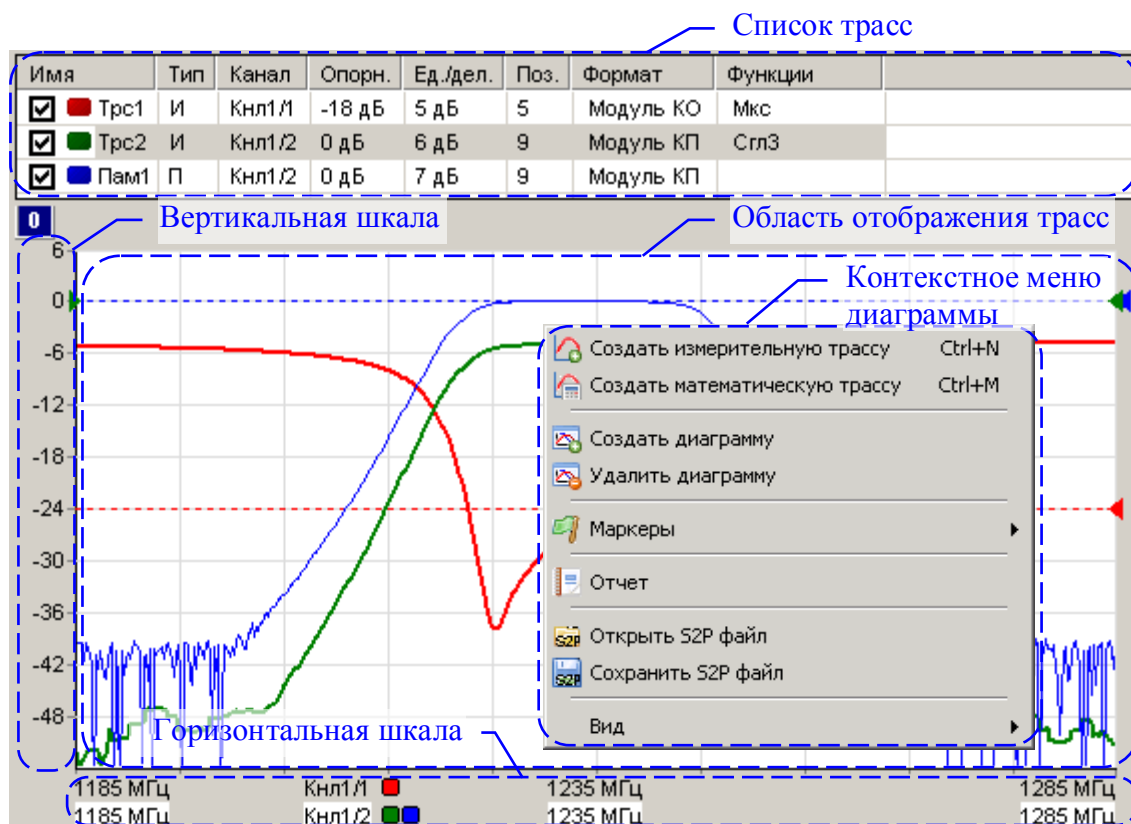
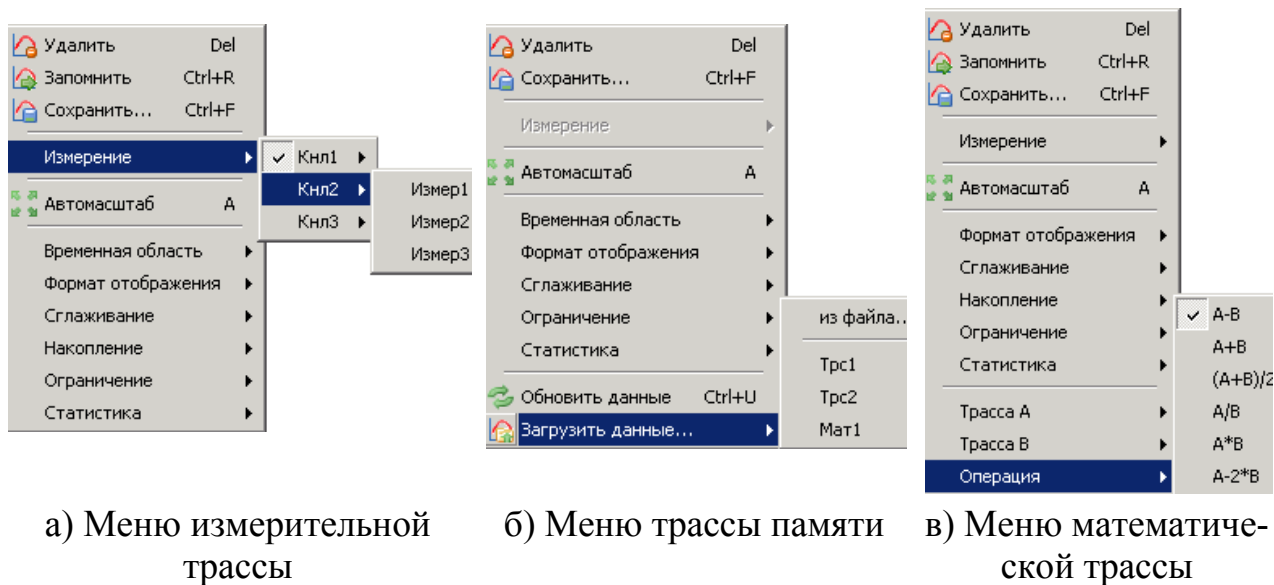

Рисунок 3.6 – Диаграмма
Рисунок 3.7 – Контекстные меню трасс
**Чтобы создать измерительную трассу**, следует в контекстном меню области отображения трасс (рисунок 3.6) выбрать соответствующий пункт или нажать комбинацию клавиш "**Ctrl+N**". Затем в контекстном меню созданной трассы (рисунок 3.7-а) или в панелях управления и инструментов (рисунки 3.9 и 3.12) задать необходимые параметры.
**Чтобы создать математическую трассу**, следует в контекстном меню области отображения трасс (рисунок 3.6) выбрать соответствующий пункт или нажать комбинацию клавиш "**Ctrl+M**". Затем в контекстном меню созданной трассы (рисунок 3.7-в) задать операнды и операцию над ними.
Список трасс автоматически расширяется при добавлении новой трассы. Можно немного сократить занимаемую списком площадь экрана, скрыв заголовки столбцов, очистив флажок "Вид \ Заголовки столбцов" в контекстном меню области отображения трасс (рисунок 3.6), или нажав клавишу "F12".
Математическая трасса и её операнды должны иметь одинаковое количество точек и принадлежать к одному и тому же "Измерению". По крайней мере, один из операндов должен быть трассой памяти. Операнды задаются в пунктах "Трасса А" и "Трасса В" контекстного меню (рисунок 3.7-в). В пункте "Операция" того же контекстного меню выбирается арифметическая операция, поточечно выполняемая над трассами. Под поточечной операцией, например разностью, понимается следующее: из  $Y$ -значения (откладываемого по оси ординат) первой точки трассы А вычитается  $Y$ -значение первой точки трассы В. Полученная разность записывается в первую точку математической трассы. В качестве  $X$ -значения (откладываемого по оси абсцисс) в первую точку математической трассы записывается  $X$ -значение первой точки трассы А. И так далее для всех остальных точек.
**Масштаб отображения трасс.** На область отображения трасс нанесена координатная сетка  $10 \times 10$  делений. Шаг сетки по вертикали задается в списке трасс в столбце "Ед./дел." (рисунок 3.6). В столбце "Опорн." задается значение опорного уровня, которое должно приходиться на линию сетки с номером заданным в столбце "Поз.". Линии сетки нумеруются снизу вверх, начиная с 0. Например, если задана позиция 10, то опорный уровень будет соответствовать верхнему краю области построения трасс. Следует заметить, что значения на вертикальной шкале соответствуют только выделенной трассе. Если никакая из трасс не выделена или отображение выделенной трассы отключено, то вертикальная шкала не отображается.
**Совет.** Пункт контекстного меню трассы "Автомасштаб" (рисунок 3.7) или на-
Способ отображения горизонтальной шкалы зависит от состояния флажка "Вид \ Список измерений" контекстного меню диаграммы (рисунок 3.6). При установленном флажке отображаются все используемые в диаграмме "Измерения" с цветовыми метками соответствующих трасс, указываются начало, середина и конец диапазона изменения величины, откладываемой по оси абсцисс, и другие атрибуты "Измерения". При сброшенном флажке шкала приобретает обычный вид – с численными значениями под линиями координатной сетки. При этом значения соответствуют только выделенной трассе. Состояние флажка изменяется щелчком "мыши" или клавишей "F9".
На панели управления "Масштаб", приведённой на рисунке 3.10, могут быть заданы параметры масштаба выделенной трассы по вертикали – опорный уровень, масштаб (цена деления) и позиция опорного уровня. Указанные параметры повторяют параметры, содержащиеся в списке трасс, и рассмотрены в разделе 3.2. Кнопка "Автомасштаб" и одноимённый пункт контекстного меню трассы (рисунок 3.7) однократно подбирают такие масштаб и опорный уровень, чтобы трасса занимала бóльшую часть области построения трасс.